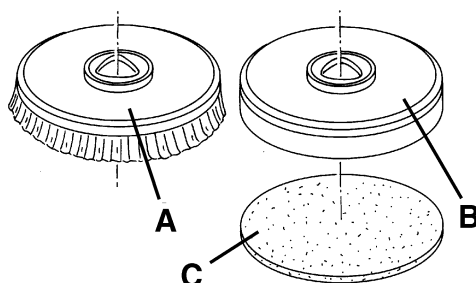

Abbildung 2
1. An dem mit dem geeigneten Bürstenkopf vorgerüsteten Gerät können sowohl Bürsten (A, Abb. 2) als auch Padhalter (B) mit Pad (C) montiert werden, je nach auszuführender Bodenbehandlung.
2. Zündschlüssel (80) einstecken und in Stellung I drehen.
3. Geschwindigkeitsregler (84) gegen den Uhrzeigersinn bis zum Anschlag drehen (Mindestgeschwindigkeit).
4. Bürsten (A) oder Padhalter (B) unter dem Bürstenkopf (18) positionieren.
5. Schalter (71) betätigen und Bürstenkopf auf die Bürsten/Padhalter absenken.
6. Zum Ankuppeln der Bürsten/Padhalter Bedienpult (83) nach vorne drücken und wieder loslassen. Falls erforderlich wiederholen, bis die Bürsten/Padhalter angekuppelt sind.